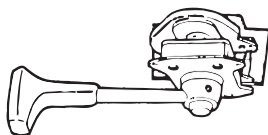
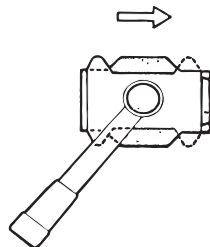

Fig. 12
Fig. 13
- Tryck in mekanismen med spaken, se fig. 12 och placera mekanismen som i fig. 13.